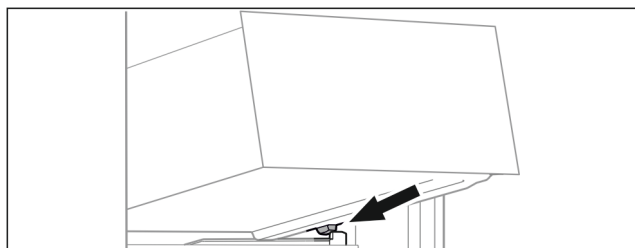

Fig. 28
- ▶ Założyć szufladę pod skosem za stoperami na żebro pojemnika. (patrz Fig. 28)